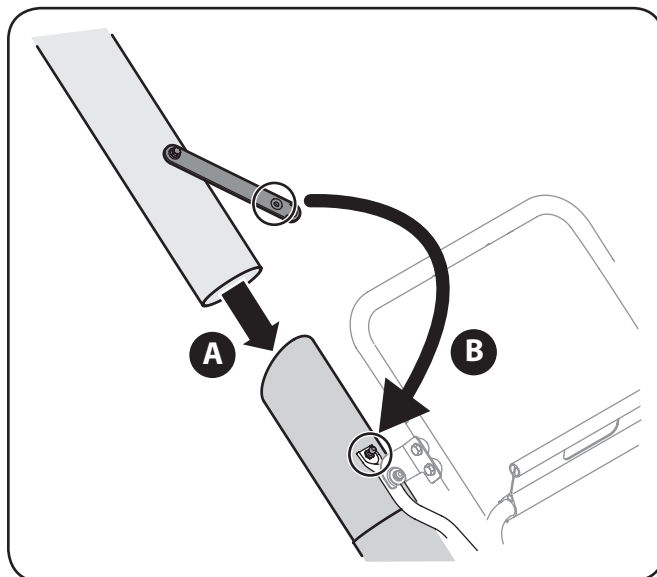

Figura 5-5
- b. Correa segura en extensión de manguera para fijar en asamblea de manguera. Vea la Figura 5-5.